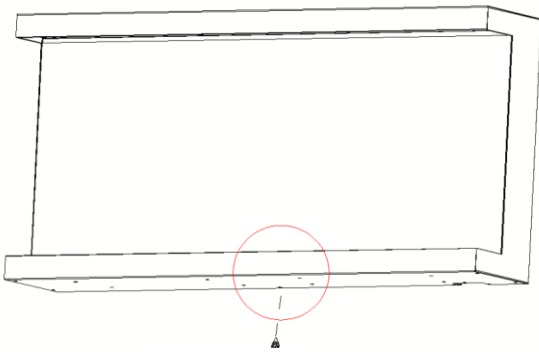

Fig 1-1
A.Die silberne Schraube am Boden des Gerätes entfernen (**Fig. 1-1**). Die Schraube zur Seite legen.